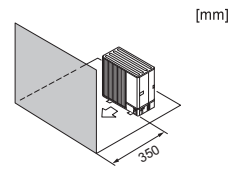

Fig. 2-10
④ Obstacole numai în față (Fig. 2-10)